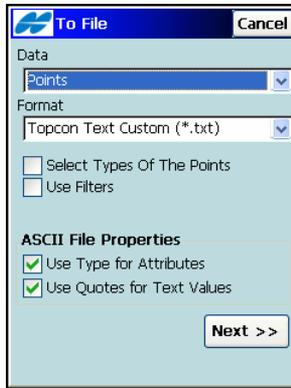

Abbildung 5-29. Zu Datei
2. Wenn Sie eine Textdatei wählen, aktivieren Sie gegebenenfalls die Kontrollkästchen im Bereich *ASCII-Datei-Eigenschaften* (Abbildung 5-29 auf Seite 5-22). Diese Bedingungen geben an,